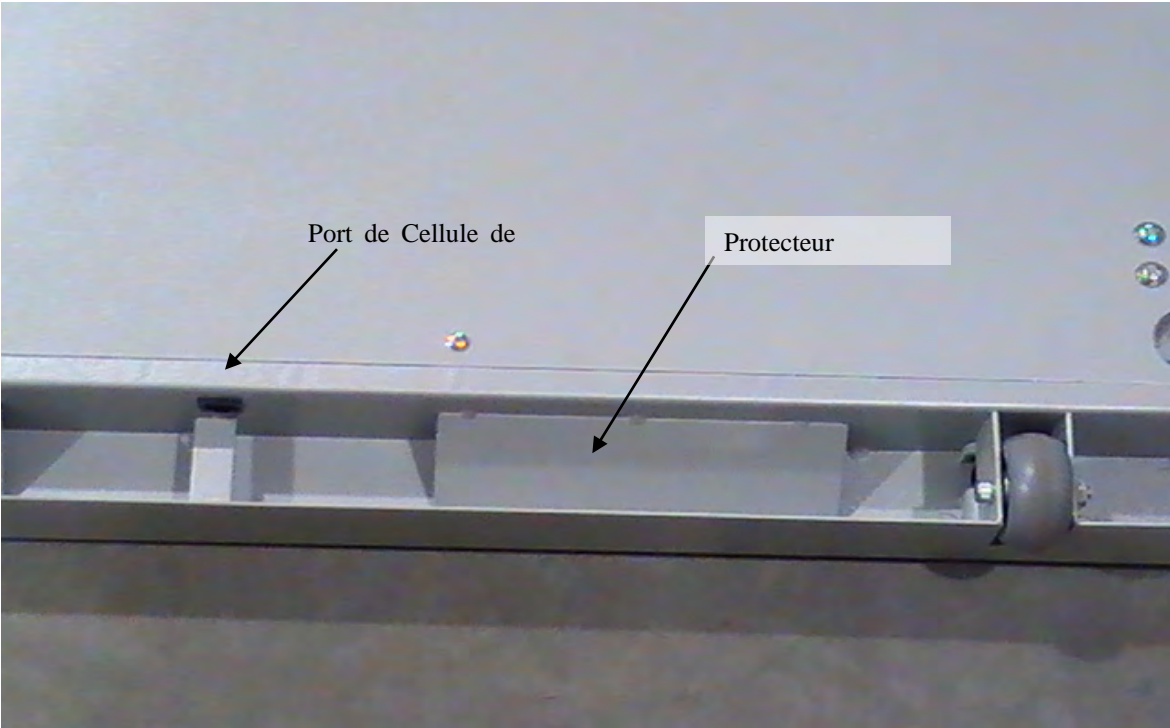

Figure 4
8. Attrapez le câble de la cellule de charge dépassant du dessous de la plateforme et faites le passer à travers le revêtement de métal protecteur. Branchez le connecteur du câble de la cellule de charge dans le port de la cellule de charge (voir Figure 4).